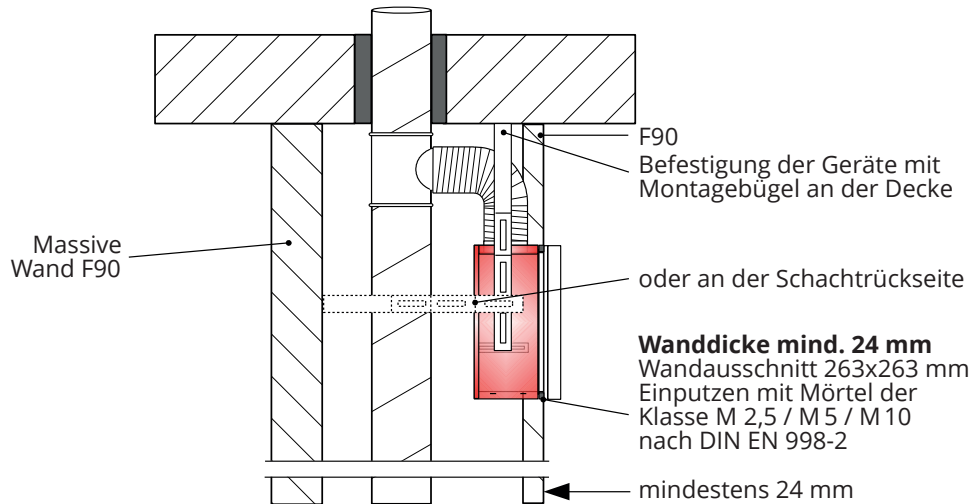

Abb. 20: Wandstärken mit mindestens 24 mm
- ◆ Die Wand des feuerwiderstandsfähigen Schachts oder der Lüftungsleitung muss immer eine Minstdicke von 24 mm aufweisen (siehe Abb. 20).
Der Einbau in feuerwiderstandsfähigen Schächten oder Lüftungsleitungen muss mit dem Montagebügel MB-V, Art.-Nr. 4452, erfolgen. Der Montagebügel wird an der feuerwiderstandsfähigen Geschossdecke oder an der Rückseite der Schachtwand befestigt (siehe Abb. 20).